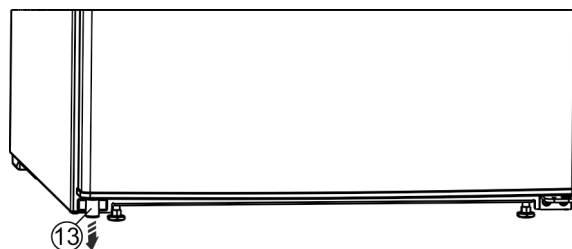

Fig. 3
- ▶ Vľavo dolu z dverí vyberte dištančný diel Fig. 3 (13).